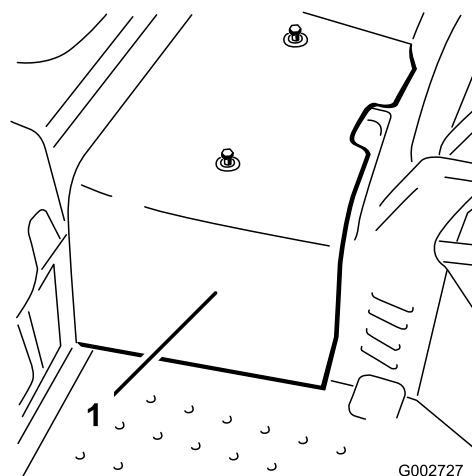

Рисунок 34
2. Ослабьте 2 винта крепления центрального кожуха к машине и снимите кожух (Рисунок 34).